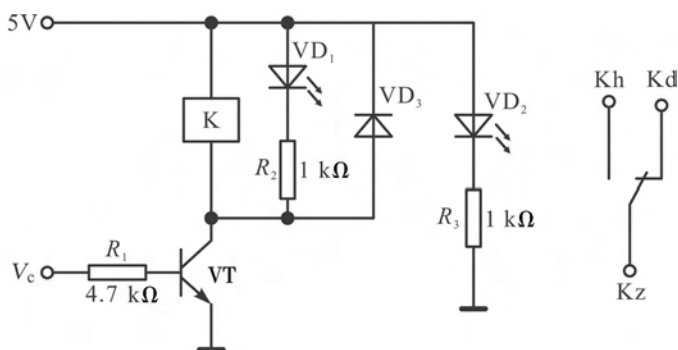

图 3.30 电磁继电器模块电路
(1) 电磁继电器模块电路如图3.30所示。
(2) 实验元件如表3.4所示。